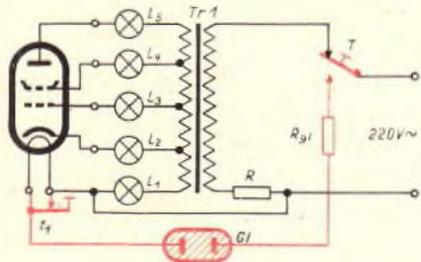

Abb. 1. Schaltung für die Vorprüfung
1. Die Kurzschlußprüfung soll rasch und klar den Fehlerort eines durch grobe mechanische Veränderungen innerhalb oder außerhalb des Röhrenkolbens hervorgerufenen Kurzschlusses erkennen lassen. Die Röhre wird dabei nicht geheizt. Bemerkenswert ist hier ein Vorschlag von O. Limann, der jeder Elektrode eine kleine Lampe von etwa 6 V und 40 mA zuordnet (Abb. 1).
2. Zur Prüfung des Heizfadens wird durch Drücken der Taste T in Abb. 1 die Netzspannung über einen Vorwiderstand R_{g1} und eine kleine Glühlampe G1 an den Faden gelegt, wobei die Überbrückung des Fadens durch den Kontakt t_1 aufgehoben wird. Die Glühlampe leuchtet nur bei unversehrtem Faden auf.